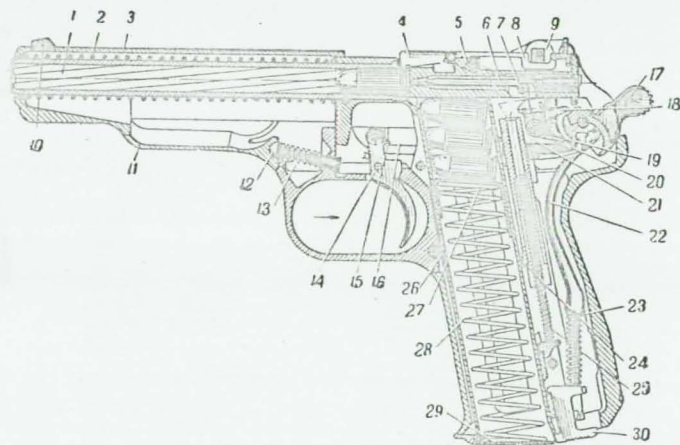

Рис. 47. Положение частей и механизмов пистолета при стрельбе самовзводом:
45. При нажатии на спусковой крючок спусковая тяга перемещается вперед и своим отогнутым концом нажимает на выступ курка (рис. 47). Курок поворачивается на своих цапфах до тех пор, пока разобщитель не опустит спусковую тягу вниз и не расцепит ее с курком. После этого курок под действием боевой пружины ударяет по ударнику.